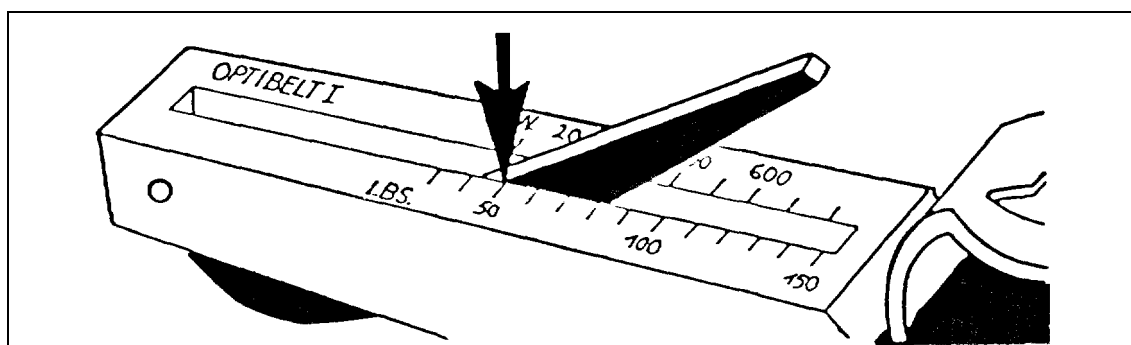

Figura 4.5.5
6. Quitar el tensor con cuidado para que no se mueva el brazo del indicador y leer la tensión de la correa en el punto en que la superficie superior del brazo del indicador corta la escala, como se ve en la figura 4.5.5.